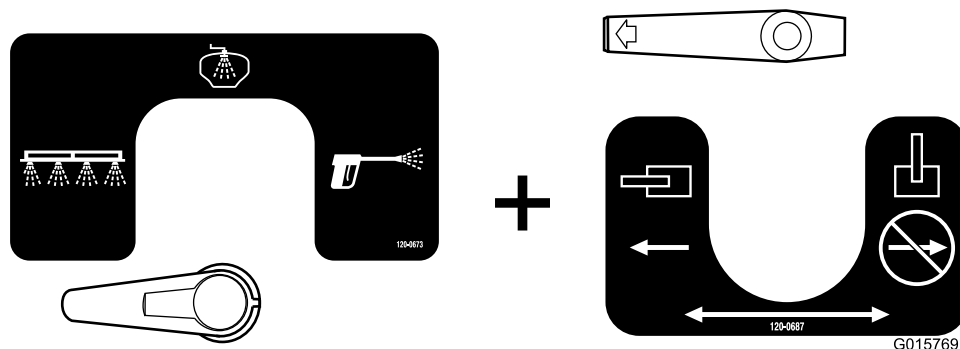

Figura 36
- Questa è la disposizione del braccio (Figura 36). Utilizzatela per spruzzare l'acqua di lavaggio dai bracci.